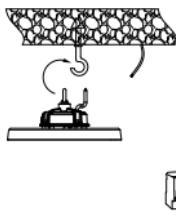

Figure 4
4. Aggiungere l'Ufo al gancio. (fig.4)
4. Please put the highbay in the hook. (fig.4)